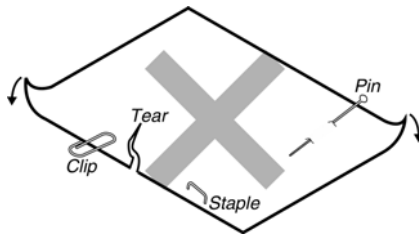

图 B-5
- 装进的纸一定不能带有折叠、撕裂或带有订书钉、回形针、大头钉等任何杂物（如图 B-5 所示）。如果装入的纸张带有其它杂物，则极可能会严重损坏打印机。